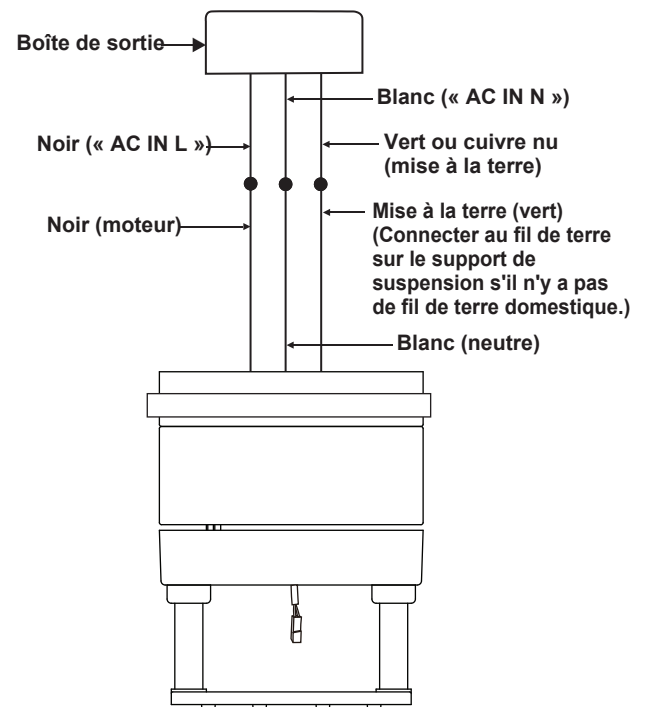

Figure 7
1. Raccordez le fil d'alimentation du ventilateur (noir) au fil noir du secteur comme illustré dans la Figure 7.
2. Raccordez le fil neutre du ventilateur (blanc) au fil neutre blanc du secteur. (Fig. 7)